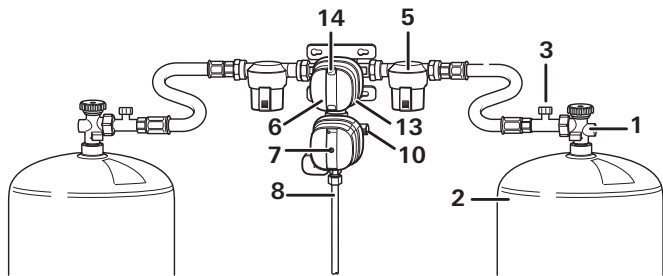

Figura 1a: DuoControl CS verticale
- Collegare le bombole del gas (2) e controllare che tutti i collegamenti a vite dei tubi flessibili siano corretti.
- Aprire le valvole di entrambe le bombole del gas (1).
- Premere con forza la protezione antirottura (figura 1a – 3) sul tubo flessibile ad alta pressione per circa 5 secondi. L'indicatore nella finestra (14) diventa di colore verde.
- Se il pulsante giallo di reset (7) non è premuto (posizione «non pronto per l'uso»), ripristinare il crash sensor.
- Ruotare ad esempio la manopola (13) verso sinistra fino all'arresto (raccordo sinistro = bombola d'esercizio).
- Chiudere la valvola (1) della bombola del gas vuota (2).
- Svitare il tubo flessibile ad alta pressione (4) dalla bombola del gas (2) e, se presente, rimuovere l'adattatore a innesto.
- Aprire la valvola (1) della bombola del gas piena.
- Premere la protezione antirottura del tubo flessibile (figura 1a – 3) ed eventualmente premere il pulsante giallo di reset (7), ruotarlo leggermente in senso orario e tenerlo premuto per 5 secondi.
- Avvitare il tubo flessibile ad alta pressione (4) specifico per paese all'ingresso del filtro gas (5) / di DuoControl CS e alla bombola (2 / o all'adattatore a innesto).
- Aprire la valvola della bombola del gas (1).